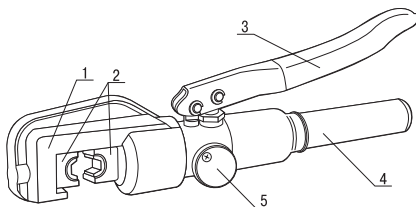

Рисунок 1
3.3 Установите полуформы 2 (смотри рисунок 1) матрицы в головку 1 пресса (номер матрицы должен быть равен номеру наконечника).